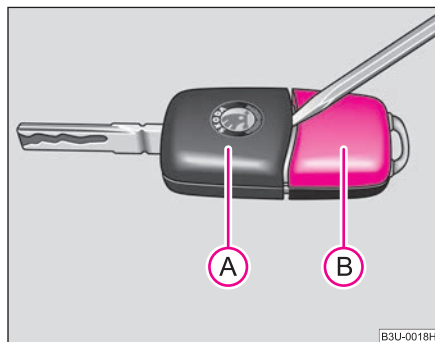

Fig. 20 Separar la llave con radiotelemando
Cada llave principal contiene una pila que está alojada en la tapa de la carcasa del emisor (B) ⇒ fig. 20. Le recomendamos que lleve a cambiar la pila de la llave a un concesionario Škoda. No obstante, si desea cambiar usted mismo la pila usada, haga lo siguiente:
- Desmonte con cuidado la pieza de la llave (A) ⇒ fig. 20 de la carcasa del emisor (B) apalancando con un destornillador.